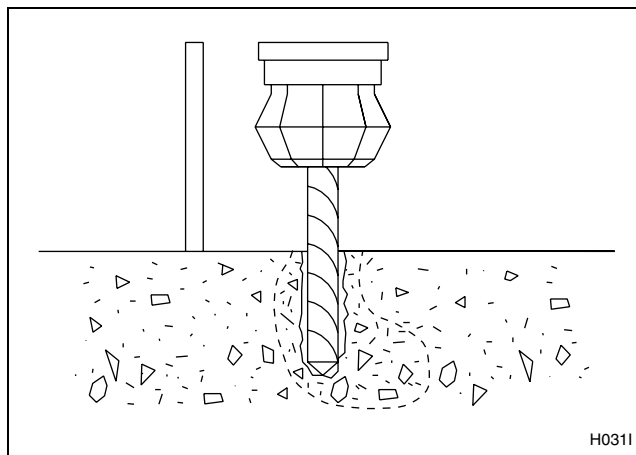

Figura 13
4. Taladre y forme con cincel orificios cónicos lo suficientemente grandes como para aceptar los pernos en forma de J. Consulte la *Figura 13*.